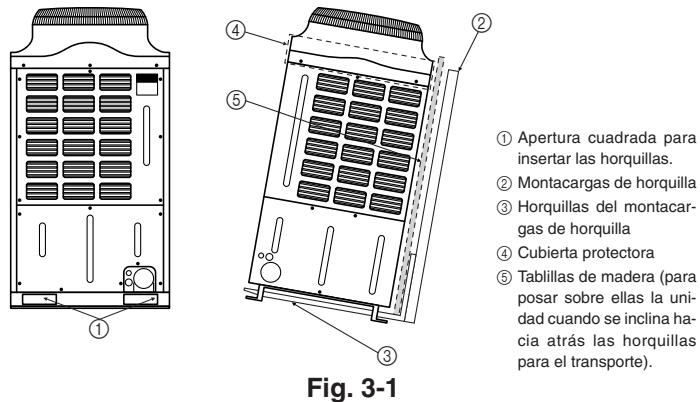

Fig. 3-1
3.1. Transporte en montacargas de horquilla (Fig. 3-1)